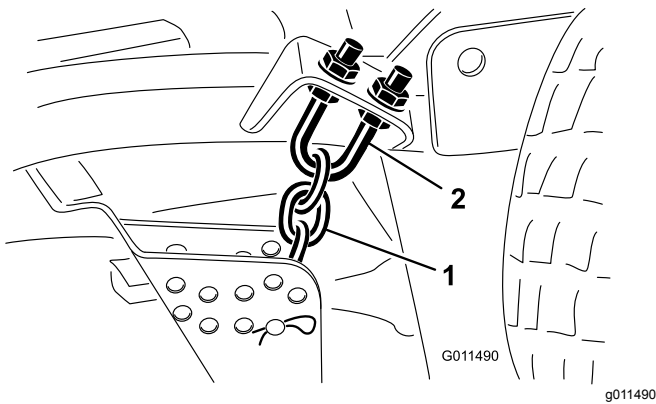

Bild 103
1. Lockern Sie die Klemmmuttern an der Ober- oder Unterseite des U-Bügels an der Schnitthöhenkette (**Bild 103**).